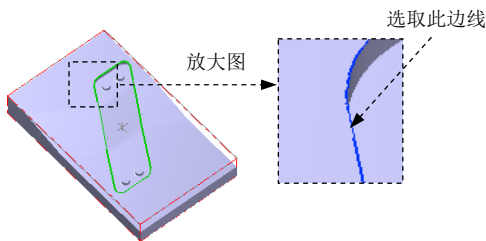

图 14.13 选取切削范围边线
(2) 单击“刀具路径的曲面选取”对话框的 **Containment boundary** 区域的 按钮，系统弹出“串联选项”对话框，采用“串联方式”选取图 14.13 所示的边线。单击 按钮，系统返回至“刀具路径的曲面选取”对话框。单击 按钮，系统弹出“曲面残料粗加工”对话框。
Step5. 确定刀具类型。在“曲面残料粗加工”对话框中单击 **刀具过滤** 按钮，系统弹出“刀具过滤列表设置”对话框。单击 **刀具类型** 区域中的 **无 (N)** 按钮后，在刀具类型按钮群中单击 （圆鼻刀）按钮。单击 按钮，关闭“刀具过滤列表设置”对话框，系统返回至“曲面残料粗加工”对话框。